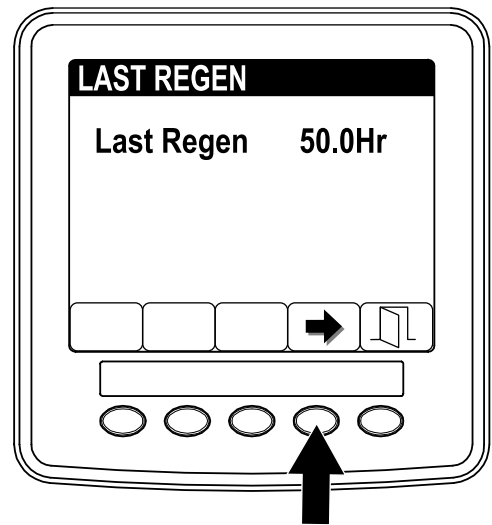

図 37
3. LAST REGEN フィールド 図 37 で、最後の再生リセット、駐車、リカバリ以降に何時間エンジンを使用したかを確認する。